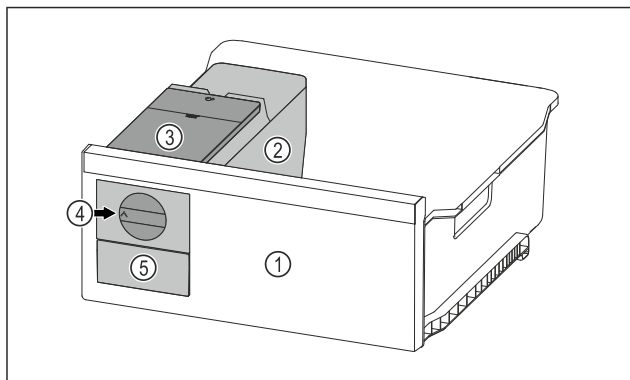

Fig. 104 Beispielhafte Darstellung
- Drehknopf Fig. 104 (4) im Uhrzeigersinn bis zum Anschlag drehen.
- Eishwürfel fallen aus der Eishwürfelschale in das Eishwürfelschubfach Fig. 104 (5).